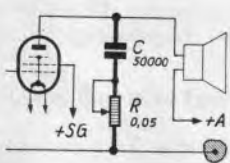

Abb. 1. Die übliche Schaltung des Klangreglers.
2. Die Empfangsgleichrichtung könnte durch die Regelspannungserzeugung gestört werden. Um das einzusehen, nehmen wir einmal an, die Empfangsgleichrichtung und die Regelspannungserzeugung würden mit Hilfe einer einzigen Zweipolstrecke durchgeführt. Dabei werde die vorher sehr kräftige Hochfrequenzspannung plötzlich weitgehend geschwächt. Die kräftige Hochfrequenzspannung hatte eine hohe Regelspannung zur Folge. Der Beruhigungskondensator (Abb. 1 links unten) ist auf den Wert dieser Spannung aufgeladen. Sobald die Hochfrequenzspannung abnimmt, entlädt sich der Beruhigungskondensator nach und nach über den Beruhigungswiderstand und den Widerstand R bis auf die Spannung, die dem nun geringeren Wert der Hochfrequenzspannung entspricht. Während diese Entladung stattfindet, tritt an dem Widerstand R ein entsprechender Spannungsabfall auf, der der
Abb. 1. Die gleichzeitige Verwendung einer Zweipol-Röhre zur Regelspannungserzeugung und Empfangsgleichrichtung ist ungünstig, weil hierbei in dem Widerstand (R) eine für die Empfangsgleichrichtung schädliche Vorspannung zustande kommen kann.
Gewöhnlich schaltet man einen Klangfarbenregler fo, wie es Abb. 1 wiedergibt; an die Anode der Endröhre wird ein Festkondensator von etwa 50000 cm (es können auch 0,1 µF fein) gelegt,
Links Abb. 1. Der einfachste Empfangsvoratz besteht aus einem Abstimmkreis und einem Zweipolgleichrichter.
Wohl am nächsten liegend wäre eine Lösung nach Abb. 1: Ein auf unseren Ortsfender abgestimmter Kreis hängt über eine ge-
Warum wir diese Schaltung nicht allgemein empfehlen wollen, zeigt Abb. 2, in der wir eine dynamische Kennlinie unseres Empfangsgleichrichters finden. Wir sehen, daß trotz Verwendung einer Zweipolröhre, die gern als „linearer“ Gleichrichter bezeichnet wird, die Kennlinie im Bereich kleiner Spannungen bis zu etwa 0,6 Volt (Scheitel) erheblich gekrümmt ist, was bei der Gleichrichtung einen Klirrfaktor von 10—20% bedeuten würde, wenn wir in diesem nichtlinearen Gebiet der Kennlinie arbeiten. Diese Gefahr besteht aber bei der einfachen Anordnung nach Abb. 1 immer, weil die Eingangsspannungen ja nicht verstärkt und daher nur unter günstigen Empfangsverhältnissen so groß sein werden, wie es zu einer verzerrungsfreien Gleichrichtung notwendig ist.